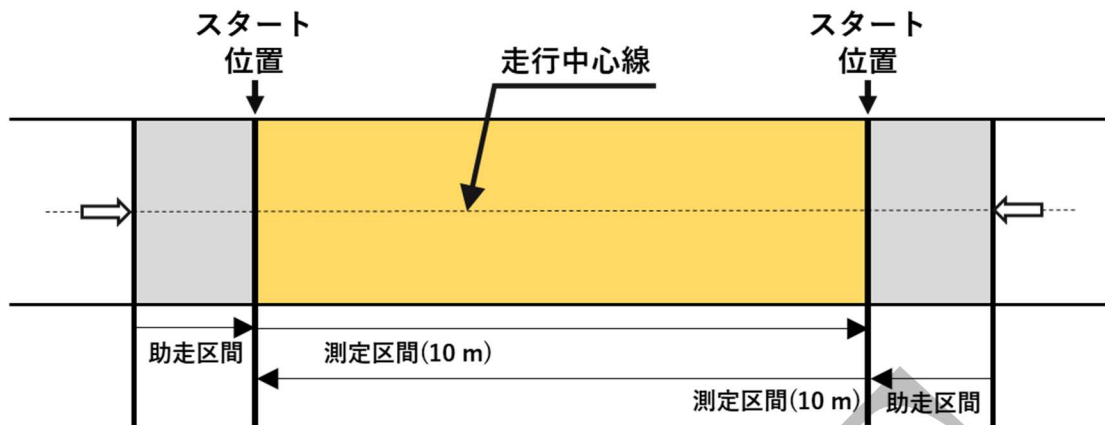

図3 走行区間
- (1) 図3に規定するように、水平な路面に長さ2 mの助走区間と長さ10 mの測定区間を設定する。
- (2) 車体、車輪の向きを調整し、供試体が測定区間内を直進可能な状態にする。
- (3) 供試体を走行させ、助走区間内で最高速度にする。
- (4) 最高速度を維持したまま測定区間を走行させる。
- (5) 測定区間の所要時間を小数点以下2桁までストップウォッチで測定する。
- (6) 同一測定区間を2往復測定し、平均所要時間を求め、前進時の最高速度を算出する。